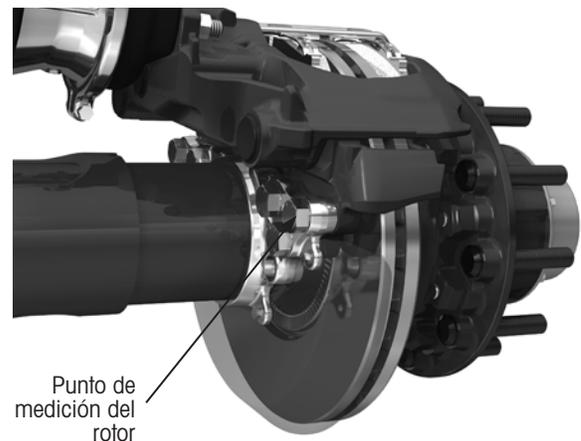
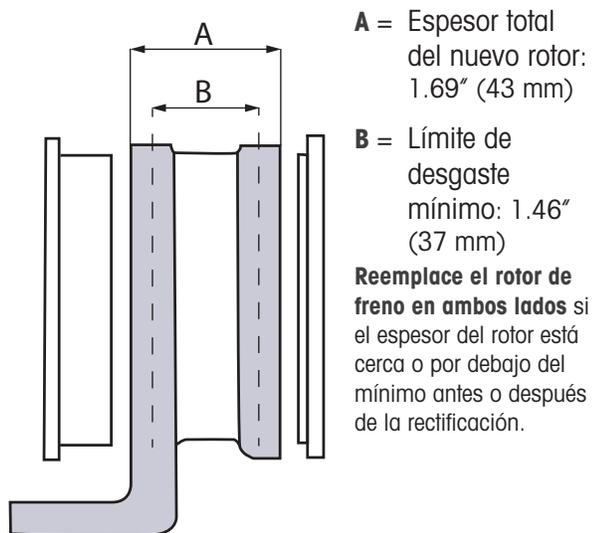
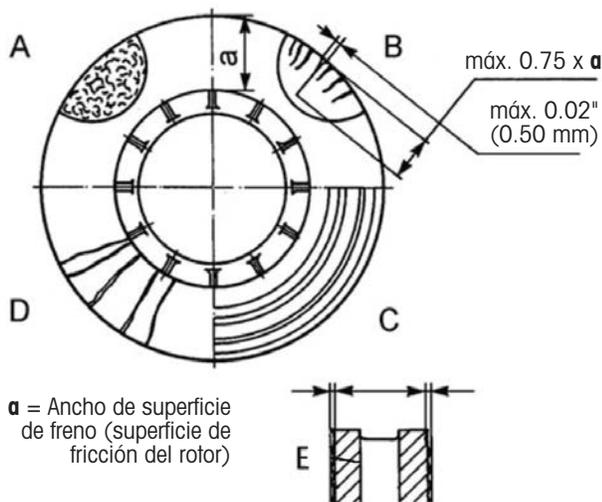

Figura 9: *Medición de espesor del rotor*
Figura 10: *Espesor del rotor*
Figura 11: *Análisis condición de rotor*
1. **Mida** el espesor del rotor de freno en el área de frenado (superficie de fricción) en 3 puntos, a 120 ° de separación. Consulte la Figura 9, Figura 10 y Figura 11 para ejemplos de condición de rotor y mediciones.
2. **Revise** el rotor de freno por grietas y la condición de la superficie de fricción (Figura 11).
3. **Reemplace** el rotor del freno o manténgalo correctamente rectificado si el desgaste es mayor que 0,006" (0,15 mm). También reemplace si, después de rectificar, el espesor es inferior al mínimo (Figura 10 en página 12).